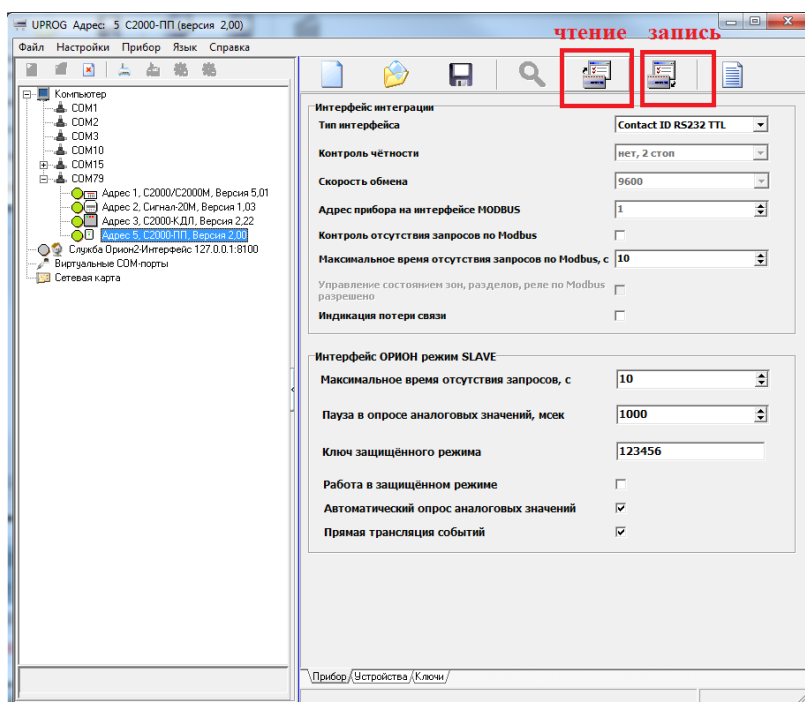

Рисунок 3.
3.2 Подключитесь через PProg. Нажмите поиск устройств. Выберите C2000-ПП и выполните чтение. Рисунок 3.